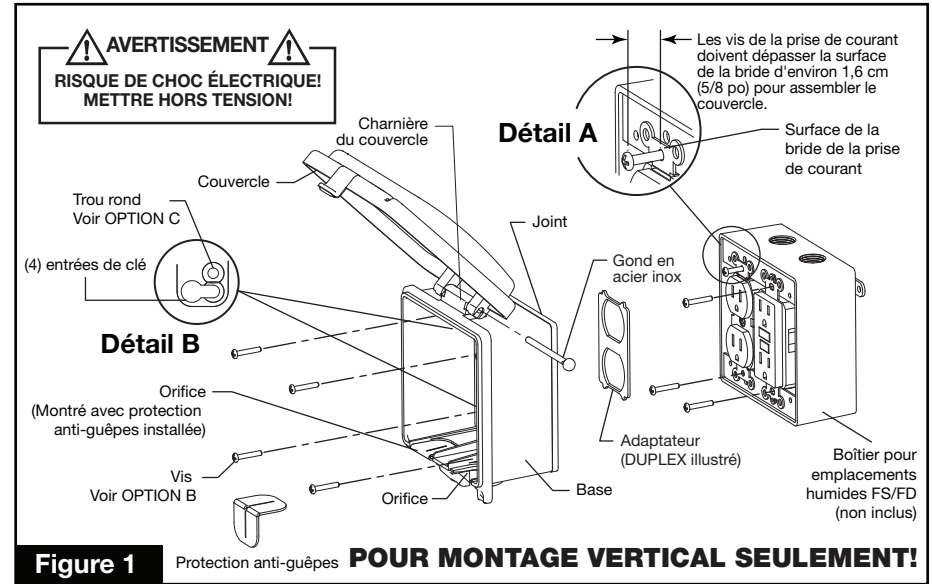
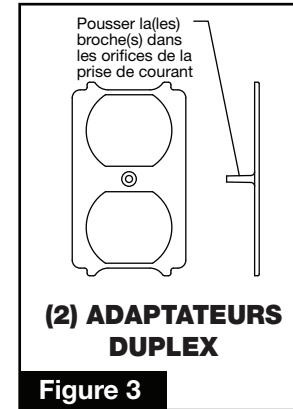

Figure 1
Figure 3
- 2. INSTALL WASP GUARDS.** Remove protective backing from adhesive side of rubber WASP GUARD. Position and place adhesive side on outside of curved rib in PORT opening. Carefully fold WASP GUARD along top surface and secure to inside of curved rib in PORT. Repeat for second WASP GUARD (Figure 1 & 2).
- 3. DETERMINE DESIRED ADAPTER.** SWITCH, Use Round/Switch Adapter. ROUND RECEPTACLE: Use Round 1-3/8" Adapter and remove inner circle. GFCI, no adaptor is needed. DUPLEX: use Duplex Adapter (Figures 1 & 3).
**NOTE:** Position BASE with COVER HINGE on top and open PORTS on bottom. Attach receptacle to box by loosely inserting the receptacle screws into the box. Thread screws until heads extend 5/8" from receptacle strap faces (Figure 1, Detail A). Push adapter pin(s) into receptacles or switches. (Figures. 3 & 4). Place BASE keyholes over receptacle/ or /switch screws (Figure 1, Detail B). Make certain gasket overlaps box edges and tighten screws to secure BASE.
Verify receptacle is centered and securely fastened to box. Drill out (4) pre-marked holes in BASE using 5/32" diameter drill (Figure 5). Push adapter pin(s) into receptacle or switch (Figures 3 & 4). Make certain gasket overlaps box edges. Insert (4) furnished screws and tighten to secure BASE. See steps 6 & 7.
Verify GFCI receptacles are securely fastened to box. Insert (4) screws (furnished) through top and bottom ROUND holes (Figure 1, Detail B) in BASE into threaded holes in GFCI. Make certain gasket overlaps box edges and tighten screws to secure BASE. See steps 5,6 & 7.
**2. INSTALLER LES PROTECTIONS ANTI-GUÊPES** Détacher la pellicule de protection du côté adhésif de la PROTECTION ANTI-GUÊPES en caoutchouc. Positionner et placer le côté adhésif sur l'extérieur de l'arête courbée de l'orifice. Plier soigneusement la PROTECTION ANTI-GUÊPES le long de la surface supérieure et la fixer à l'intérieur de l'arête courbée de l'orifice. Répéter l'opération pour la deuxième PROTECTION ANTI-GUÊPES (Figures 1 et 2).
**3. CHOISIR L'ADAPTATEUR VOULU.** COMMUTATEUR, utiliser un adaptateur rond ou commutateur. PRISE DE COURANT RONDE: Choisir un adaptateur rond de 3,5 (1,375) et enlever le cercle interne. DISJONCTEUR DE FUITE DE TERRE, aucun adaptateur n'est nécessaire. DUPLEX: utiliser un adaptateur Duplex (Figures 1 et 3).
**REMARQUE:** Positionner la BASE de manière à ce que la CHARNIÈRE DU COUVERCLE soit sur le dessus et les ORIFICES ouverts en dessous. Joindre le boîtier de la prise de courant en insérant les vis de la prise de courant dans le boîtier sans serrer. Serrer les vis jusqu'à ce que les têtes dépassent la surface de la bride de la prise de courant de 1,6 cm (5/8 po) (schéma 1, Détail A). Pousser les broches de l'adaptateur dans les prises ou les interrupteurs. (Figures. 3 & 4). Placer les entrées de clé de la BASE par dessus les vis de la prise de courant ou du commutateur (Figure 1, Détail B). S'assurer que le joint recouvre les bords du boîtier et serrer les vis pour fixer la BASE.
Vérifier que la prise de courant soit centrée et solidement fixée au boîtier. Percer (4) trous pré-marqués dans la BASE à l'aide d'une mèche 0,4 cm (5/32 po) (Figure 5). Pousser les broches de l'adaptateur dans la prise de courant ou dans le commutateur ( Figures 3 et 3 & 4).
Vérifier que les prises du disjoncteur de fuite de terre sont solidement fixées au boîtier. Insérer (4) vis (fournies) au travers des trous ROUNDS situés sur le dessus et au fond de la BASE (Figure 1, Détail B) dans les orifices filetés du disjoncteur de fuite de terre. S'assurer que le joint recouvre les bords du boîtier et serrer les vis pour fixer la BASE. Voir étapes 5, 6 & 7.